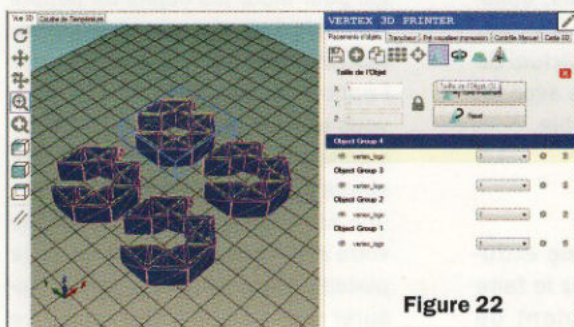

Figure 22
Ensuite cliquez sur le bouton « Taille de l'objet (S) » qui se trouve sur le côté droit du bouton « centrer », il ressemble à une pyramide (voir la figure 22).